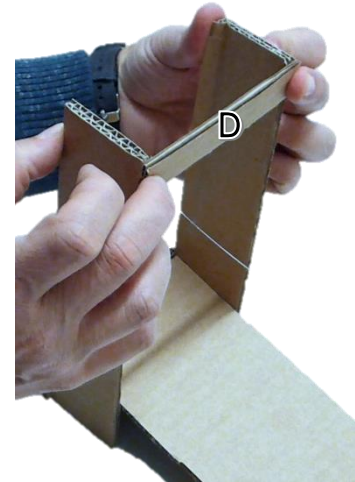

Figure 5. Glue piece **D** to the tower
5. Cole a peça D na torre da ponte (fig. 5).